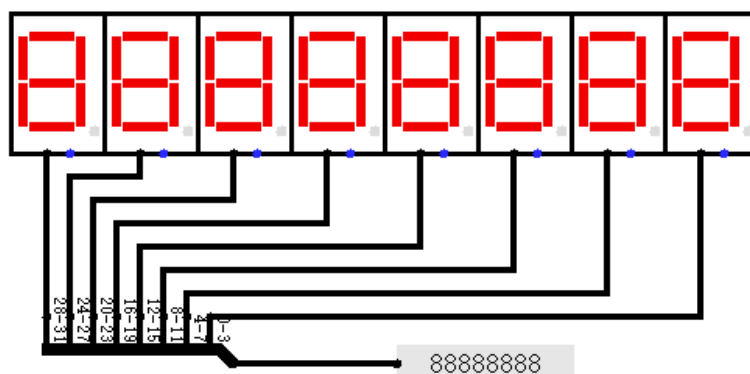

图 3 显示部件示意图
**显示指令：**每个计算机都由五个部分组成：控制，数据通道，内存，输入和输出。相应的，在本项目中指令系统中，增加了一条 syscall 指令，该指令在 \$v0 寄存器不等于 10 时，将寄存器 \$a0 的值在特定显示窗口显示。设计时需要包含 8 个 16 进制发光二级管作为显示输出, 如图 3 所示，具体显示时调用如下指令